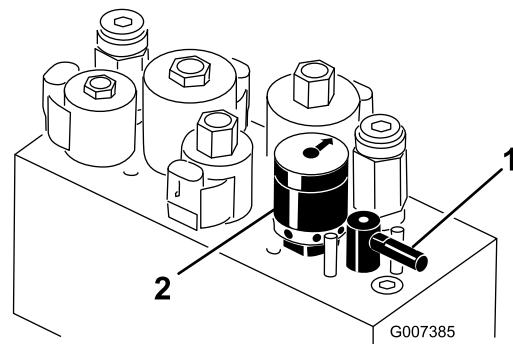

Bild 57
5. Drehen Sie den Läpphebel auf R (Bild 57).
6. Drehen Sie den Spindeldrehzahlregler auf 1 (Bild 57).